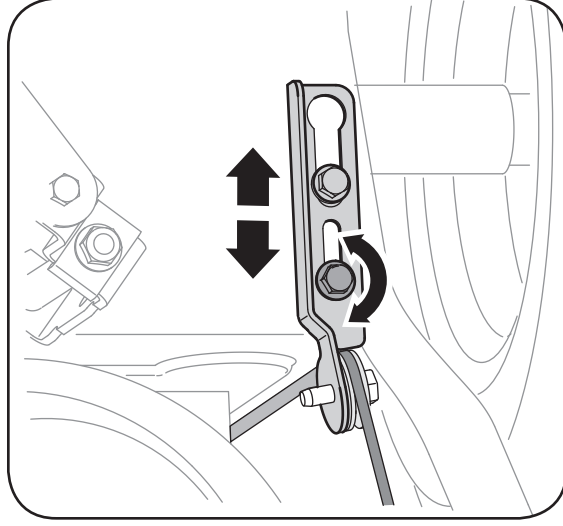

Figure 4-2
7. Pour ajuster à nouveau le câble de commande, desserrez le contre-écrou à six pans supérieur du support de la commande de la tarière. Voir la Figure 4-2.